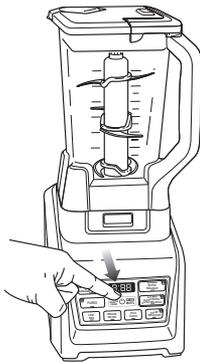

Fig. 7
- 11 Appuyez sur le bouton d'alimentation pour mettre l'unité en marche. Sélectionnez la vitesse ou le programme AUTO-iQ qui convient le mieux à vos besoins. Le programme AUTO-iQ arrêtera automatiquement l'appareil à la fin du programme. (Fig. 7)
- 13 Une fois la consistance réalisée, appuyez sur le bouton d'alimentation (⏻) pour arrêter l'appareil, et attendez que les lames cessent de tourner. (Fig. 7)